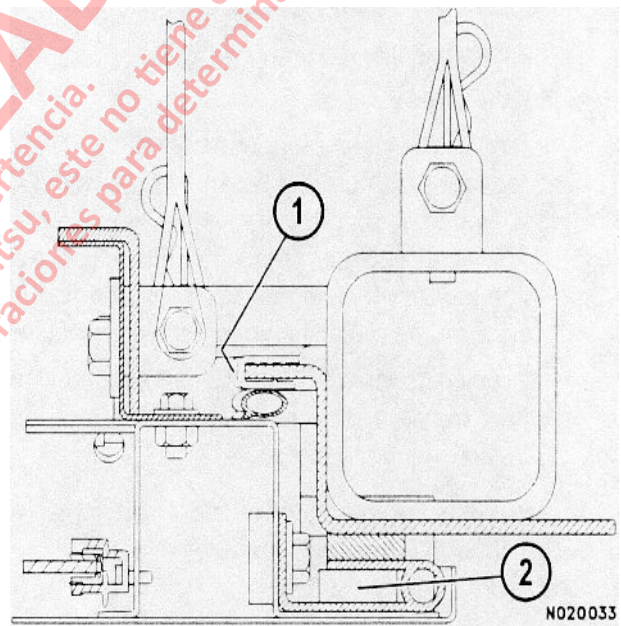

FIGURA 2-17
4. El Sello de la Bisagra de la puerta está pegado a la bisagra. Use el mismo procedimiento anterior, para este sello (2, Figura 2-17).